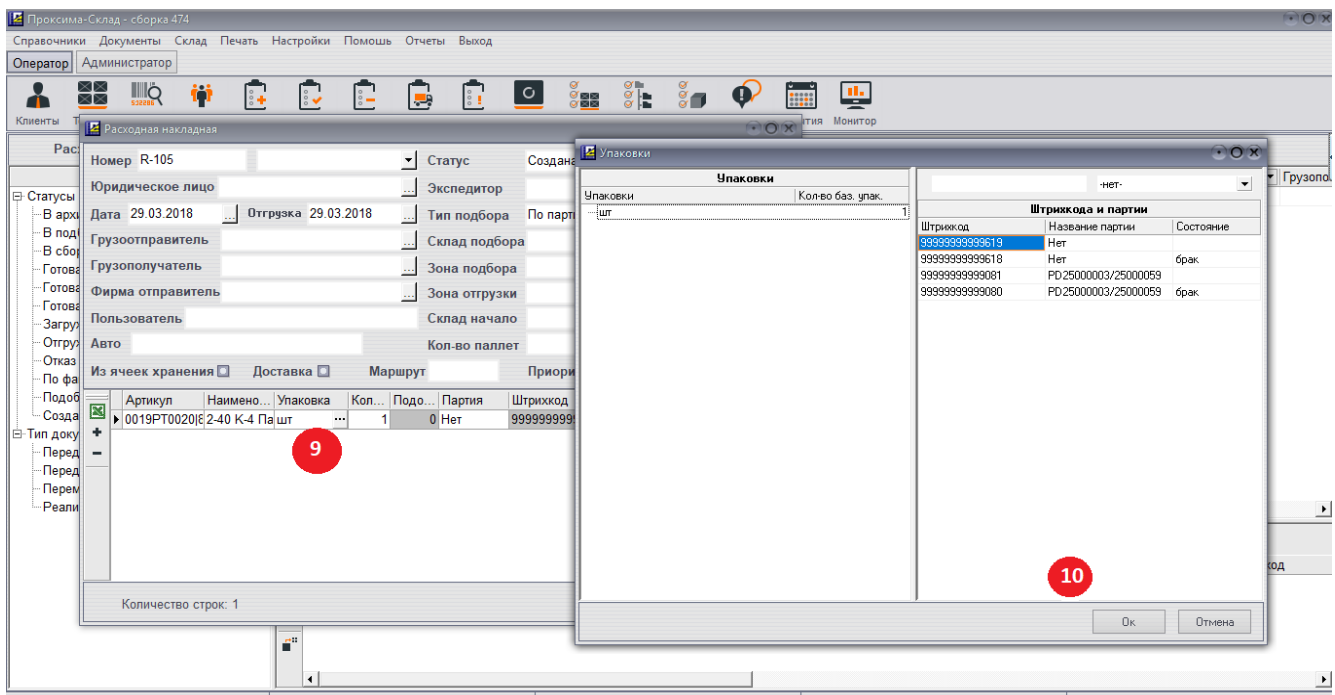

Рисунок 12.4.
- 9) После добавления товара в детализацию РНК выбрать упаковку и партию товара (рис. 12.4), по которым нужно осуществить подбор. Для этого открыть карточку упаковок нажатием на кнопку «...» в табличной части РНК;